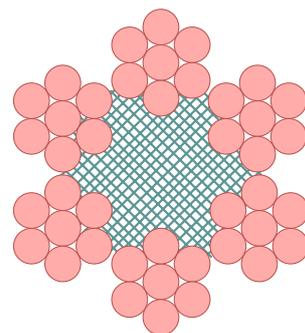

Fig. 3.24 Fune a trefoli
**Funi a trefoli** [fig. 3.24] sono formate da un nucleo interno detto anima, attorno al quale sono avvolti ad elica uno o più strati di trefoli. L'anima può essere metallica o tessile.